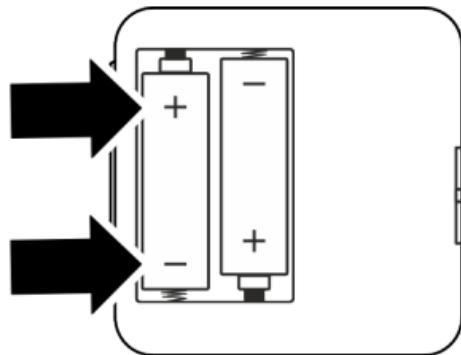

Fig. 5: Inserimento delle batterie
6. Inserire le 2 batterie alcaline di tipo 1,5 V AA LR6 nella mascherina dell'alloggiamento con la giusta polarità (Fig. 5).
8. Inserire le 2 batterie alcaline di tipo 1,5 V AA LR6 nella mascherina dell'alloggiamento con la giusta polarità (Fig. 5).